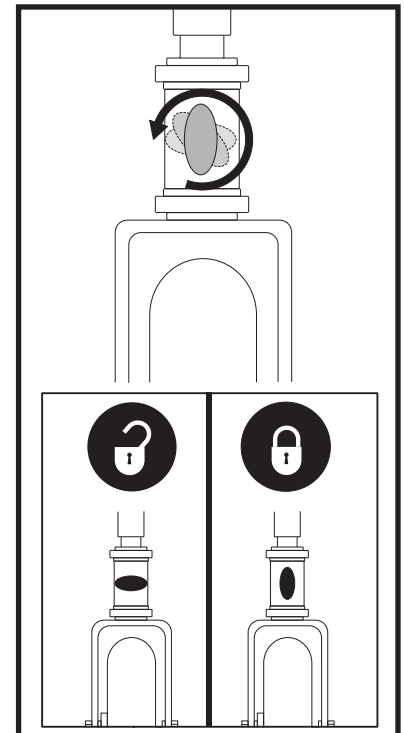

Abb.26.Lenkersicherungshebel
1. Schlüssel aus dem Schlüsselschalter entfernen. Für modell 104, Justieren Sie den Lenker in eine gerade Position, indem Sie den Lenkersicherungshebel eindrücken und gleichzeitig 90° im Uhrzeigersinn drehen. **Siehe Abb. 26.** Das Vorderrad muß nach vorne gerichtet sein, um den Lenker festzustellen.